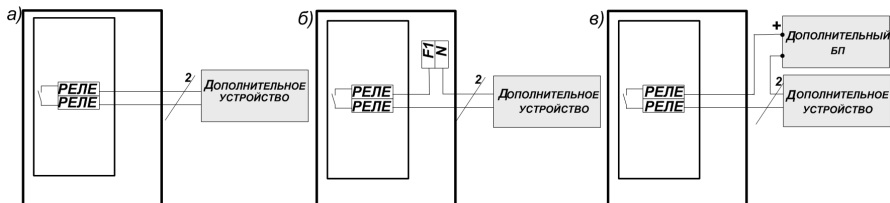

Рис.1
Переход в требуемый режим программирования осуществляется из соответствующего ему режима просмотра (т.е. переход в режим программирования адреса устройства осуществляется только из режима просмотра адреса). Текущий режим программирования индицируется миганием соответствующего светодиода. В режимах «Программирование 1», «Программирование 2», «Программирование 3» установки программируются изменением положения DIP-переключателя (см. Рис.1 Приложение В) (например: для активации датчика № 4 необходимо переключить DIP – переключатель №4). При этом, светодиоды №1-4, соответ-
- 2.1.1 Разметить и просверлить на монтируемой поверхности 4 крепежных отверстия диаметром 8мм в соответствии с Рис. 1 Приложения Г.
Электрический монтаж рекомендуется выполнять согласно Рис.1 Приложения В в приведенной ниже последовательности.
2.2.4 Подключить светозвуковой оповещатель к клеммам «РЕЛЕ1» на плате «ТТ901», соблюдая полярность при подключении. Варианты подключения вспомогательных устройств смотри на Рис.1.